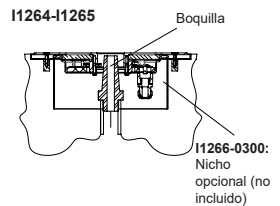

Fig. 2
3.2 - Proyector enrasado (Fig.2):